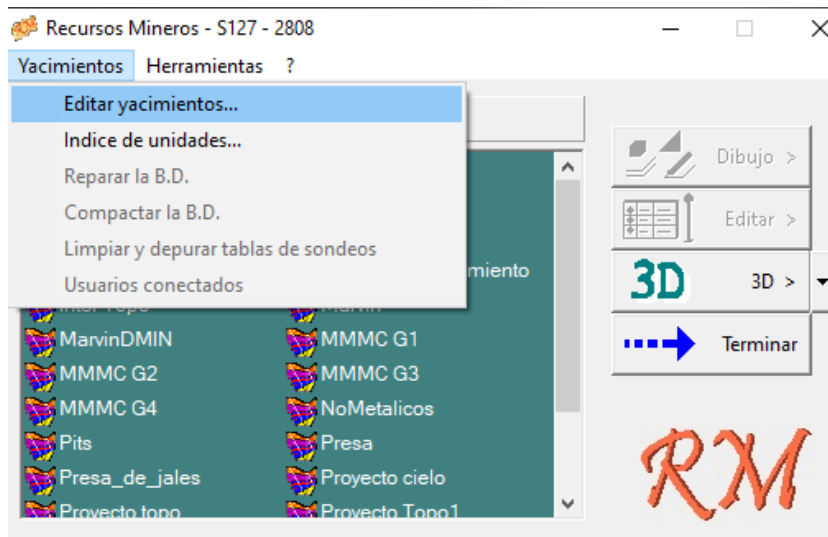

Figura 158. Editar yacimientos.
4. Dar clic en el menú superior “Yacimientos” y seleccionar la opción “Editar Yacimientos”. Figura 158.